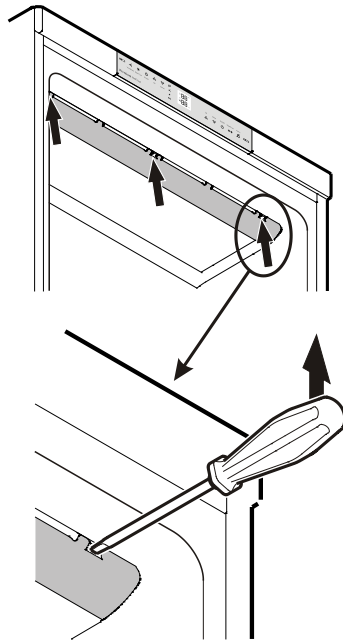

Figure 11
1. Désenclipser précautionneusement le cache à gauche, au milieu et à droite à l'aide d'un tournevis - **Figure 11**.